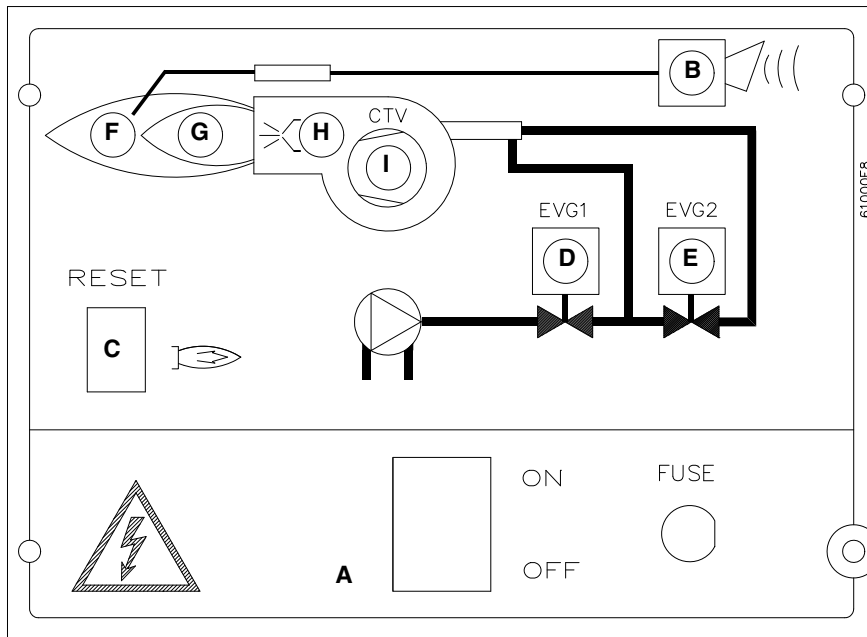

Рис. 16
- Проверить, что электронный блок не заблокирован (индикатор В горит), при необходимости, разблокировать его, нажатием на кнопку сброса блокировки (в верхней части электрощита, см. Рис. 16 или на кнопку С на лицевой панели электрощита).